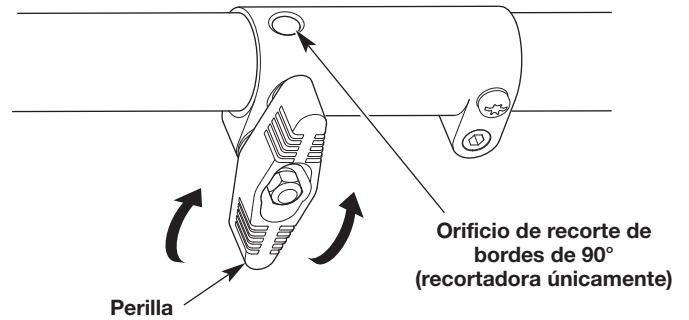
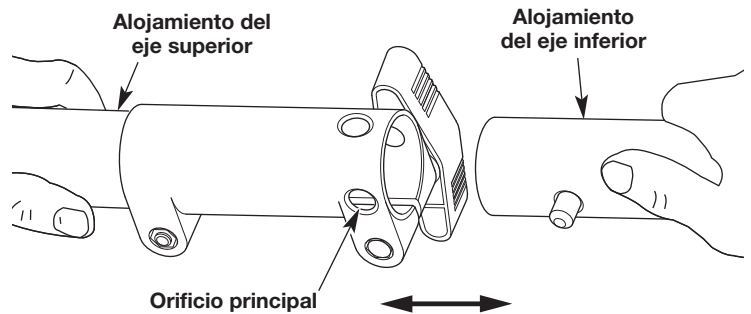

Fig. 3
Fig. 5
1. Gire la perilla en el sentido contrario a las agujas del reloj para aflojarla (Fig. 3).
2. Mientras sujeta con firmeza el accesorio, empújelo en línea recta dentro del acoplador hasta que el botón de liberación entre a presión y quede firme dentro del orificio principal (Fig. 5).
3. Gire la perilla en el sentido de las agujas del reloj para ajustar (Fig. 3).
**PRECAUCIÓN:** Antes de utilizar esta unidad, asegúrese de que el botón de liberación entre a presión completamente dentro del orificio principal (Fig. 5) y que la perilla (Fig. 3) quede bien ajustada.
Para un reborde decorativo con un accesorio de recorte, trabe el botón de liberación en el orificio de recorte de bordes de 90° (Fig. 5).
3. Mientras sujeta firmemente el alojamiento del eje superior, tire del accesorio de manera recta para sacarlo del acoplador (Fig. 5).